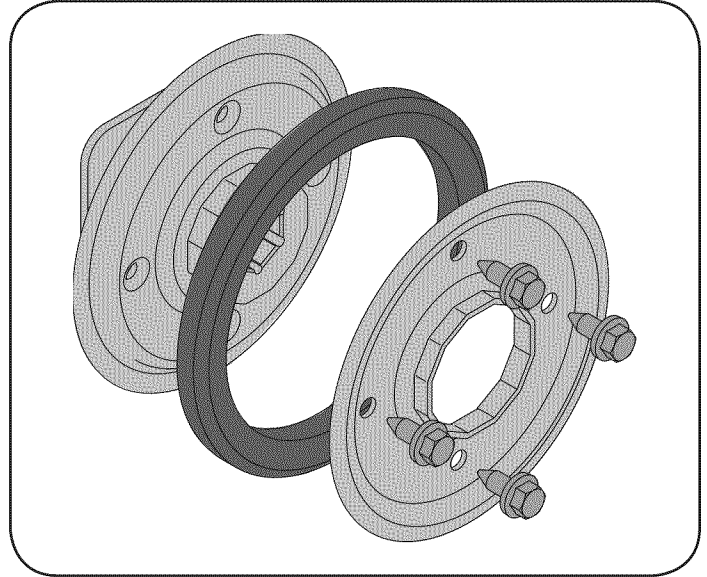

Figura 31
1. Saque los cuatro tornillos que mantienen unidas las placas laterales de la rueda de fricción. Vea la Figura 31.